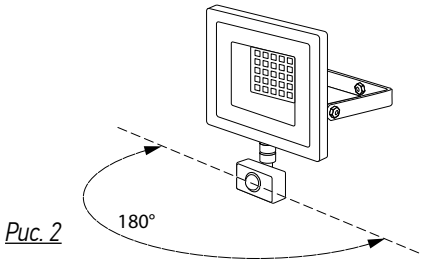

Рис. 2
- 2.4 Угол охвата датчика составляет 180° (рис.2), а дальность действия – 15 метров.